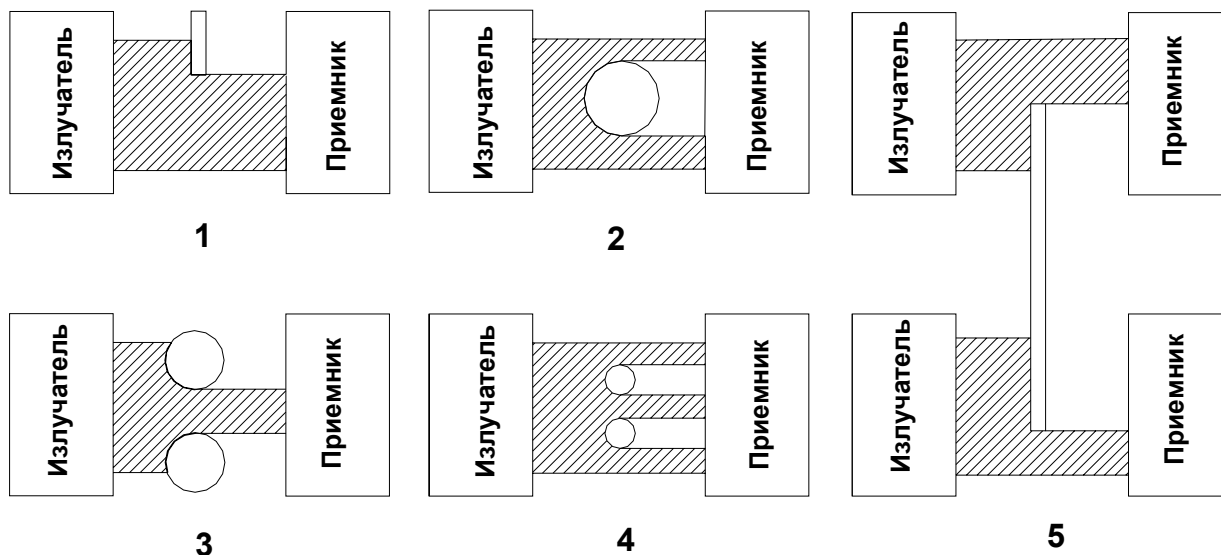

Рисунок 2.
4.2. Варианты использования микрометра для контроля технологических объектов показаны на рис. 2. Рис.2.1 – измерение положения края; рис.2.2. – измерение размера, или положения; рис.2.3. – измерение величины зазора или положения, рис.2.4. – измерение внешнего или внутреннего размера или положения; рис.2.5. – измерение размера или положения крупногабаритных объектов.